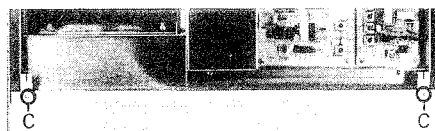
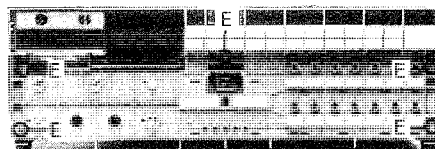
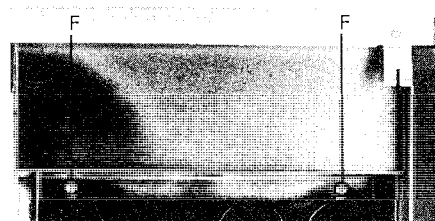

Fig. 2.3
Fig. 2.5
Fig. 2.6
2.4 Démontage de la face avant (fig. 2.3 et 2.4)
- Dévissez les deux vis (C) situées sur le dessus de l'appareil (attention à ne pas perdre les ressorts et rondelles des vis).
- Dévissez les deux vis (D) situées sur le dessous de l'appareil (attention à ne pas perdre les rondelles des vis).
2.5 Démontage du panneau de commande (fig. 2.5)
- Dévissez les cinq vis (E).
2.6 Remplacement de l'éclairage des instruments (fig. 2.6)
- Dévissez les deux vis (F) situées sur le dessus de l'appareil.